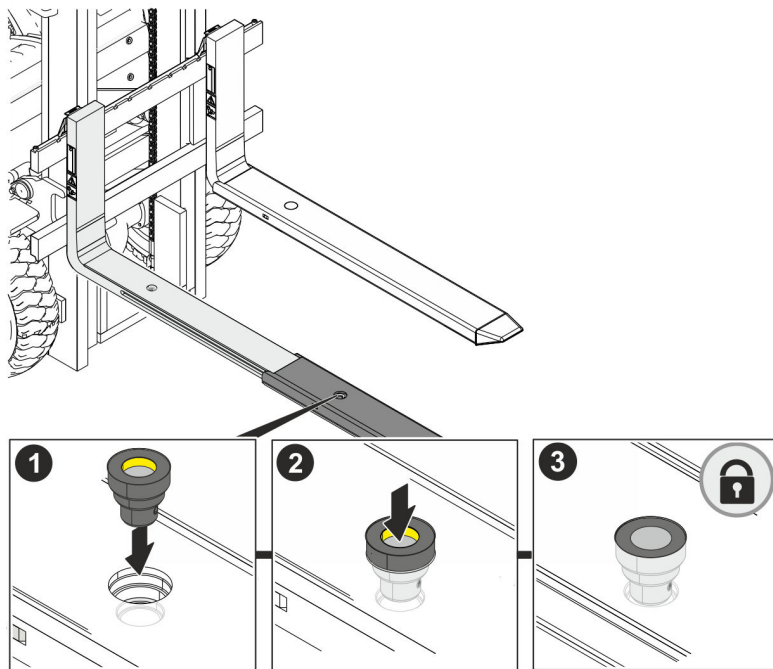

Abb. 13: Verriegelungsbolzen einsetzen
6. ➤ Verriegelungsbolzen in die Verriegelungsbohrung einsetzen (Abb. 13/1).
7. ➤ Druckpunkt des Verriegelungsbolzens von oben drücken bis er in der korrekten Position sitzt und die gelbe Markierung sichtbar wird (Abb. 13/2).
8. ➤ Druck vermindern, damit der Verriegelungsmechanismus aktiv wird und der Druckpunkt in die Ausgangsposition springt (Abb. 13/3).